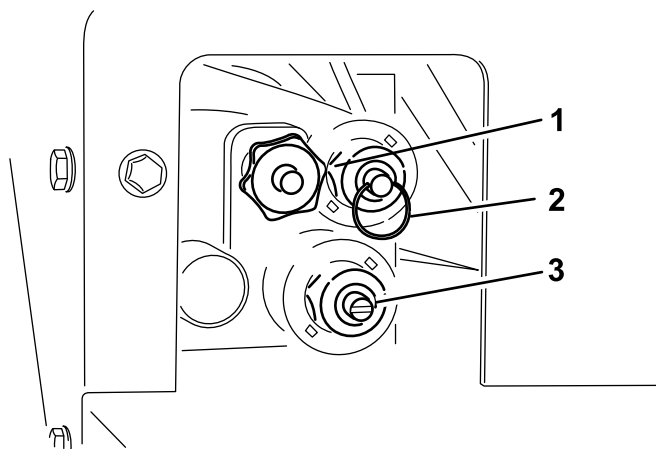

Figure 25
L'accès à la commande manuelle se trouve du côté conducteur du système hydraulique (Figure 25).
- Pour régler la vitesse de la bande transporteuse (Figure 25), tournez le bouton dans le sens horaire. La vitesse maximale de la bande transporteuse est utilisée dans le système à code couleur ; ce réglage peut ainsi être fait sans débit hydraulique. Cela est particulièrement pertinent lorsque la trémie est pleine de sable.
- Pour élever la trémie (Figure 25), poussez l'anneau de la vanne.
- Pour abaisser la trémie (Figure 25), tirez sur l'anneau de la vanne.
- Pour régler la vitesse des distributeurs (Figure 25), utilisez un tournevis à lame plate pour tourner la commande dans le sens horaire pour augmenter la vitesse ou dans le sens antihoraire pour réduire la vitesse.